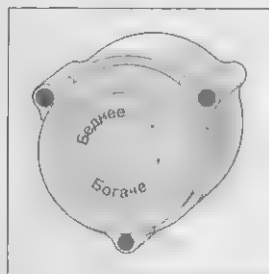

Рис. 13.16 Правильно установленная заслонка; для ее регулировки открутите три винта
Перед тем как заняться заслонкой, необходимо проверить спецификации вашей автоматической заслонки и убедиться в том, что она установлена правильно (соответствующая отметка на корпусе карбюратора располагается напротив индикатора на пластичной крышке, показанной на рис. 13.16).
1. Ослабьте три винта, крепящие пластиковую крышку (см. рис. 13.16).
На крышке есть пометки "Lean" (Беднее) и "Rich" (Богаче), сопровождающиеся стрелками (см. рис. 13.16). Если в спецификации обозначено *одно деление* "Беднее" — это означает, что крышку необходимо вращать, пока первое деление со стороны "Беднее" не совместится с отметкой на корпусе карбюратора.